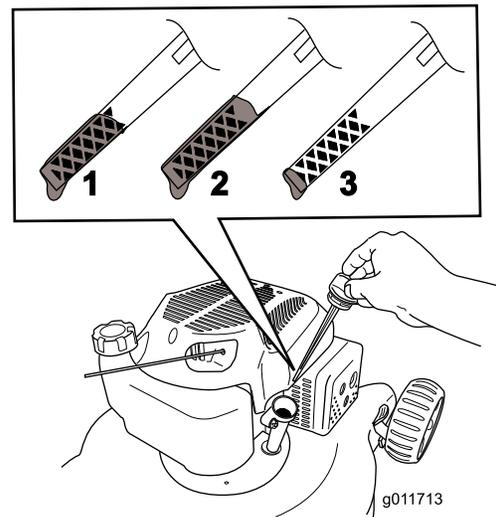

Figura 4
2. Retire la varilla (Figura 4).
3. Vierta aceite **lentamente** en el tapón de llenado de aceite, espere 3 minutos y compruebe el nivel de aceite en la varilla limpiando la varilla e insertándola **sin enroscar** en el orificio (Figura 4).
Nota: Llene el cárter con aceite hasta que la varilla indique que el nivel del aceite del motor es correcto, según se muestra en Figura 4. Si usted llena demasiado el motor, vacíe el exceso de aceite